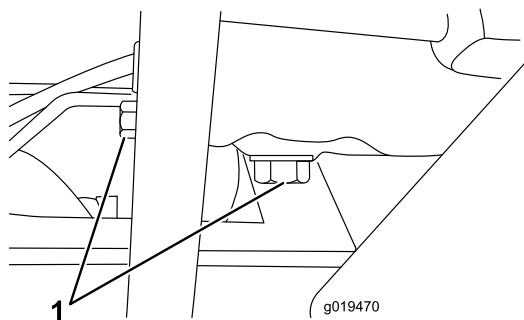

Figura 57
1. Retire o bujão de dreno (Figura 57) e deixe o óleo escorrer para um recipiente adequado. Quando o óleo parar, volte a montar o tampão de escoamento.